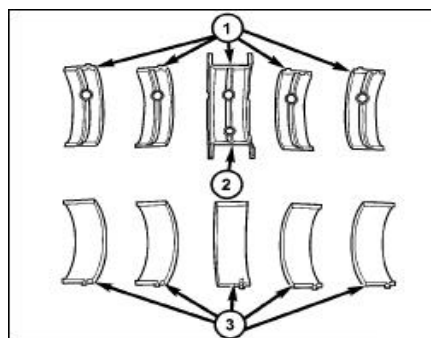

图. 74曲轴轴瓦
(1) 安装上主轴承盖和润滑气缸体(图74)。
(2) 确保机油油道。